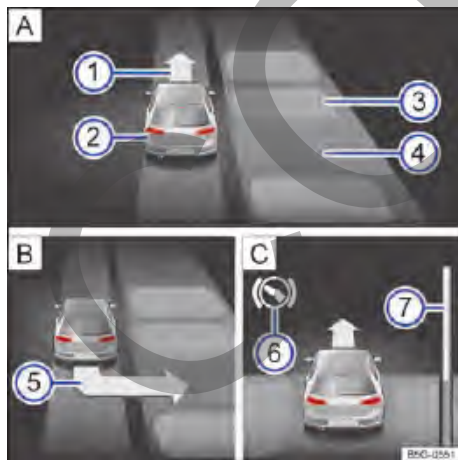

Fig. 115 En el display del instrumento combinado: estacionar lado a lado. **[A]** Buscar una plaza de estacionamiento. **[B]** Posición para estacionar. **[C]** Maniobrar.
- Estacionar cuando aparezca en la pantalla del instrumento combinado la indicación de estacionamiento → **fig. 115** **U** → pág. 147.
Leyenda de la → fig. 115 (modo de estacionamiento de lado a lado con marcha atrás):
- Frenar cuando suene una alarma acústica que indica el cambio de dirección, se enciende la flecha → fig. 115 ① **A**, se enciende el símbolo blanco **S** o se muestra un mensaje.